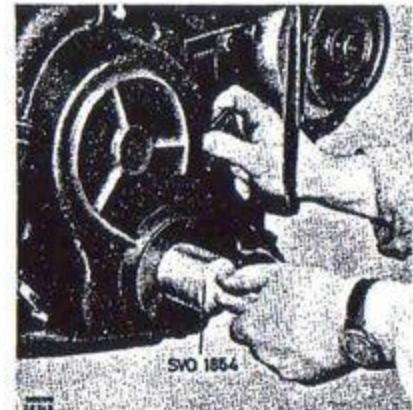

Bild 45. Centrering av transmissionskåpa.
9. Övriga delar monteras i omvänt ordning till demonteringen. Transmissionskåpan centreras med dorn SVO 1854 (bild 45).